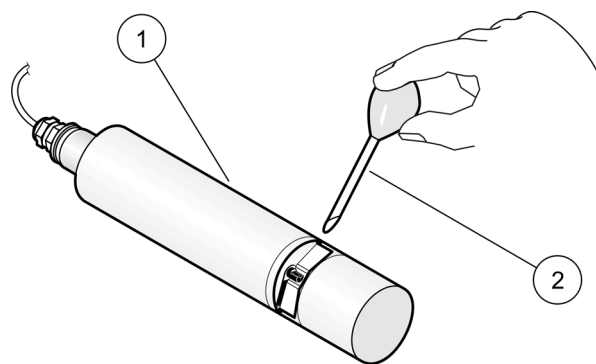

Figura 9 Comprobación de la calibración (versión para tanques)
- 9. **Versión para tanques:** quite el sensor del tanque, lave la trayectoria de medición con agua y rellénelo con la solución estándar (pipeta), vea la Figura 9 en la página 27.